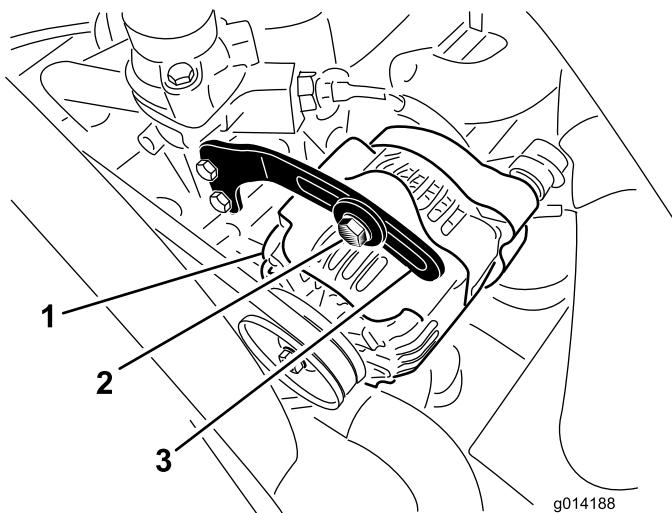

Figura 46
2. Compruebe la tensión de la correa del alternador flexionándola (Figura 46) en el punto intermedio entre las poleas del alternador y del cigüeñal con una fuerza de 10 kg (22 libras).
3. Afloje el perno que sujetá el tirante al alternador (Figura 46), y el perno de pivote del alternador.